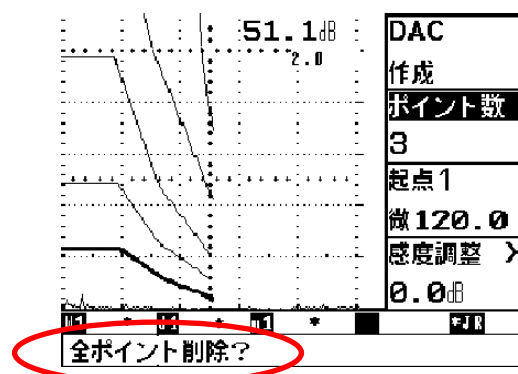

図10 DACの削除
- ②全ポイントを削除するには、ポイント数の横の **←** キーを押し、右ダイヤルを向こうに回すと“**全ポイント削除?**”のメッセージ(図10参照)が表示され、**確定** キーを押すとすべての線が消去される。
- ③間違えた場合は、DAC横の **←** キーを押して、次に、ポイント数の横の **←** キーを押すことで最初の消去のところに戻る。又は、**戻る** キーを押すと元に戻る。